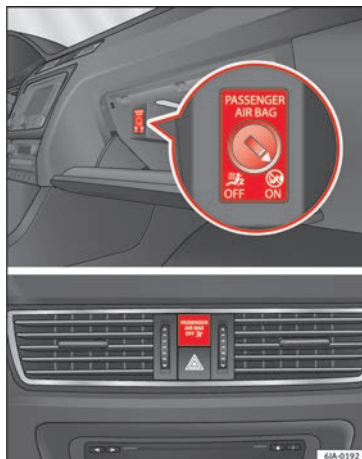

Fig. 81 Conmutador del airbag frontal del acompañante/testigo para desconexión de airbag del acompañante.
- el airbag desconectado está señalizado mediante el testigo **OFF**  que se ilumina en la inscripción **PASSENGER AIR BAG OFF**  colocado en la parte central del tablero de instrumentos » **fig. 81** » **pág. 75**.
- el airbag desconectado está señalizado mediante el testigo **OFF**  que se ilumina en la inscripción **PASSENGER AIR BAG OFF**  colocada en la parte central del tablero de instrumentos » **fig. 81 3**.
- Introduzca el espadín de la llave en la ranura prevista en el conmutador de desconexión del airbag del acompañante » **fig. 81**. El espadín debe entrar aproximadamente 3/4 de su longitud, hasta llegar al tope.